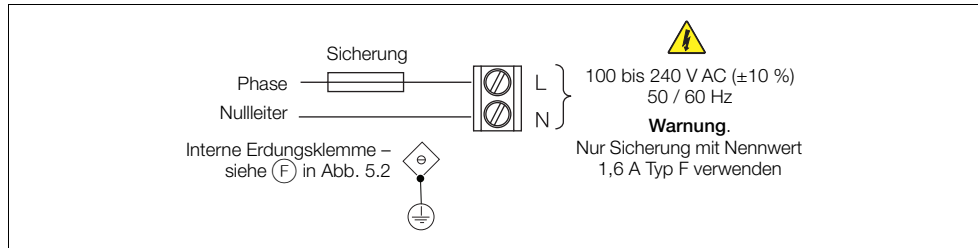

Abb. 5.1 AC-Netzteil-Anschlüsse
- Da der Messumformer nicht mit einem Schalter ausgestattet ist, muss bei der Endmontage gemäß den örtlichen Sicherheitsstandards eine Trennvorrichtung, z. B. ein Trennschalter, installiert werden. Diese Trennvorrichtung muss in unmittelbarer Nähe des Geräts und in Reichweite des Bedieners angebracht werden. Außerdem muss sie als Trennvorrichtung für den Messumformer deutlich gekennzeichnet sein – siehe Abb. 5.1, Seite 20.